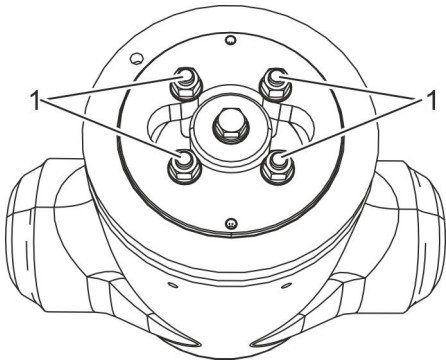

Abb. 29: Spanndeckel
4. ➤ Muttern (Abb. 29/1) des Spanndeckels handfest nachziehen.